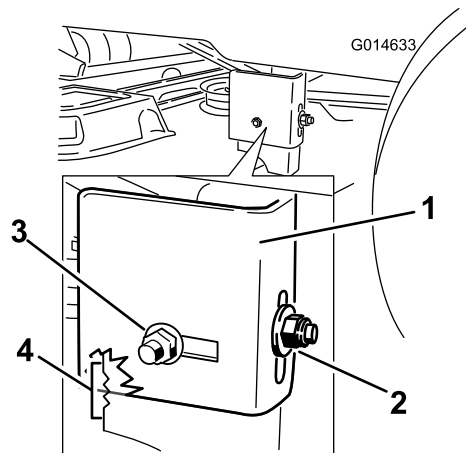
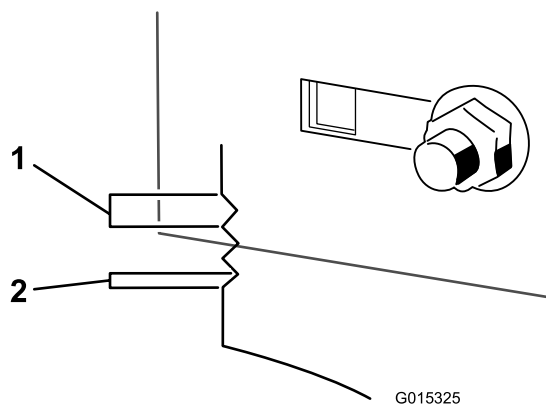

Figura 51
Figura 52
9. Afloje la tuerca de bloqueo trasera de la pletina de suspensión (Figura 51).
10. Afloje la tuerca de bloqueo lateral de la pletina de suspensión lo suficiente para permitir ajustar la barra (Figura 51). Utilice las muescas del soporte soldado para medir la cantidad de ajuste. Cada muesca completa equivale a 6 mm y un solo lado equivale a 3,2 mm (Figura 52). Ajuste la carcasa de corte a la altura deseada.
11. Cuando la carcasa esté en la posición deseada, apriete la tuerca de bloqueo lateral de la pletina de suspensión para fijar la posición nueva (Figura 51). Apriete la tuerca de bloqueo trasera de la pletina de suspensión.